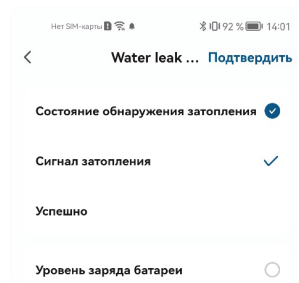
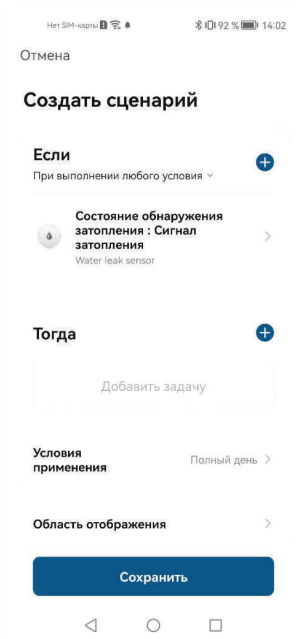
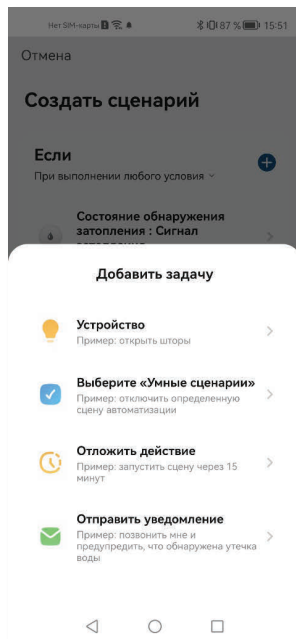

Рисунок 16.
Рисунок 17.
Рисунок 18.
- 4) Далее выберите функцию «**Water leak sensor**» -> «**Состояние обнаружения затопления**» («Alarm») (рис. 16). Таким образом было создано событие «**Если**» при активации аварийной ситуации от стороннего датчика протечки (рис. 17).
- 5) Теперь нужно создать выполняемую задачу. В поле «**Тогда**» нажмите знак «+» (рис. 17). В меню «**Добавить задачу**» выберите пункт «**Устройство**» (рис. 18).